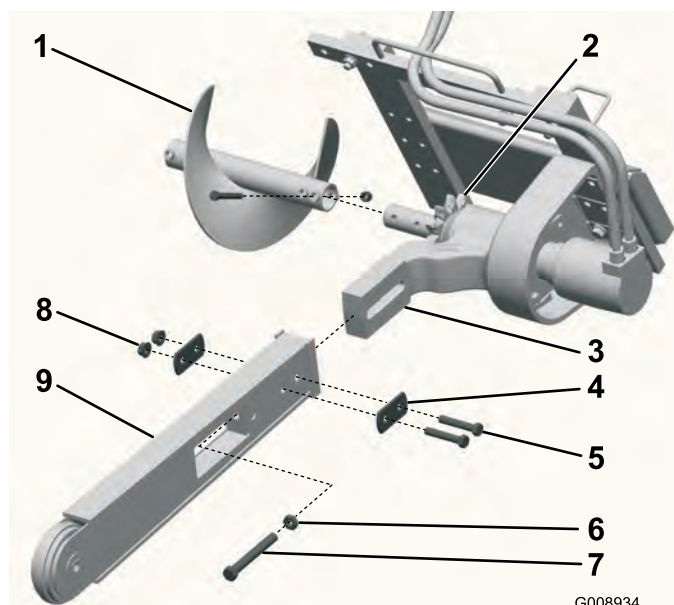

Figura 3
3. Retire el perno y la tuerca que sujetan el sinfín y retire el sinfín (Figura 3). Guarde el perno y la tuerca para su uso en el futuro.
4. Retire los 2 pernos, las tuercas y las arandelas dobles de los lados de la espada (Figura 3).
5. Afloje el perno de ajuste y la contratuerca (Figura 3).